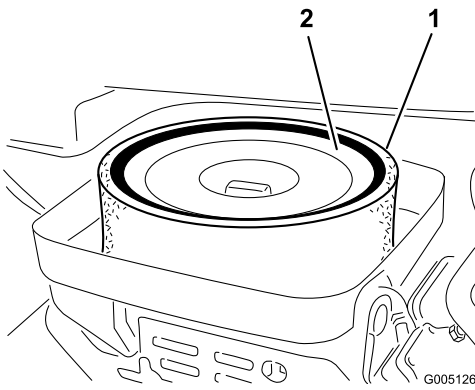

Figura 33
3. Si el elemento de gomaespuma está sucio, sepárelo del filtro de papel (Figura 33). Límpielo a fondo, de la manera siguiente: